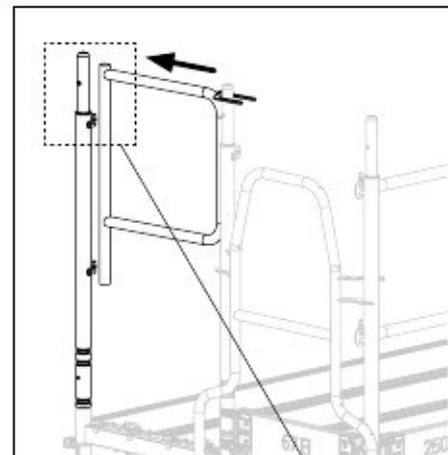

Fig. A3.19
2. Двата удължени отвора (54.2) се прикрепват към куките на парпета. (Fig. A3.19)